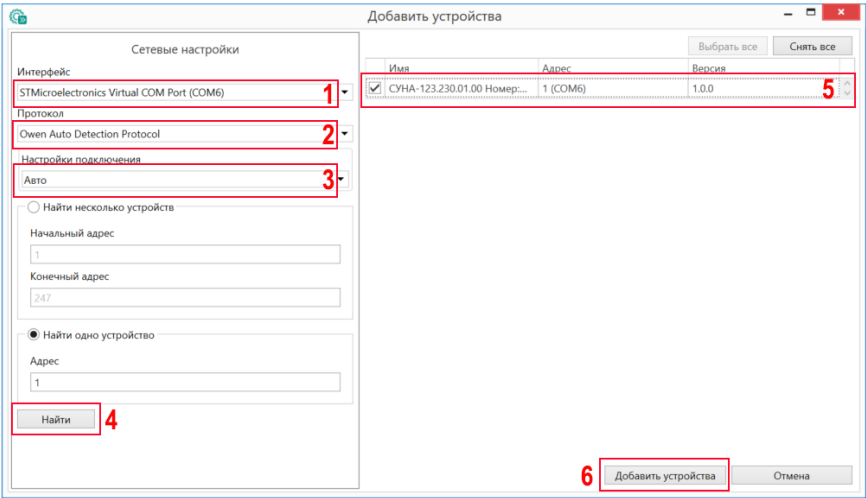

Рисунок 12.1 – Настройки связи с устройством
6. Выбрать интерфейс «Устройство с последовательным интерфейсом USB» (см. рисунок 12.1, 1). Номер COM порта, присвоенный прибору можно узнать в Диспетчере устройств Windows.
7. Выбрать протокол **Owen Auto Detection Protocol** (см. рисунок 12.1, 2).
8. Выбрать в Настройках подключения **Авто** (рисунок 12.1, 3). Модификация прибора указана на боковой стороне прибора.
9. Выбрать «Найти одно устройство», если добавляется один прибор. Запустить поиск нажатием на кнопку «Найти» (см. рисунок 12.1, 4).
10. Выделить найденное устройство (см. рисунок 12.1, 5).
11. Добавить устройство в проект Конфигуратора по нажатию кнопки **Добавить устройства** (см. рисунок 12.1, 6).
1. Нажать на кнопку  **Обновить устройство** в контекстном меню выбранного устройства или в главном меню. Откроется диалоговое окно для смены встроенного ПО устройства. Можно обновить одно или несколько устройств. Устройства следует выделить в области устройств (см. рисунок 12.1, 5) и выбрать **Обновить устройство** в контекстном меню или главном меню.